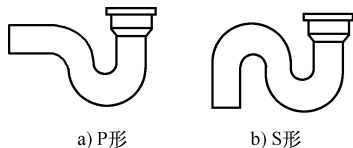

图 4-6 存水弯
(2) 存水弯。为了防止下水道的臭味返回室内，与便盆连接时需通过存水弯（水封），存水弯有 P 形和 S 形两种，如图 4-6 所示。便盆与存水弯用承插连接，接口内用油灰填塞。